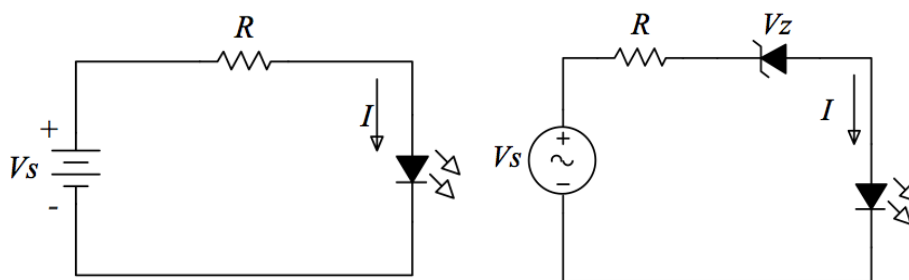

Figure 3: Circuit avec LED (gauche), circuit avec LED et diode Zener en série (gauche).
- (a) Choisissez une LED et prenez note du courant maximal I_m qu'elle peut soutenir. Grâce aux lois de Kirchhoff, déterminez la valeur de R nécessaire pour limiter le courant afin de ne pas endommager la LED pour $V_s = 5V$ (voir figure 3).
- (b) Ajoutez cette LED et la résistance R en série avec la diode Zener en polarisation inverse (figure 3). Mesurez la courbe (V,I) en variant V_{cc} , en commençant avec $V_{cc} = 0$. Expliquez la valeur de la tension à laquelle la LED s'allume. Comparez ce résultat avec la courbe (V,I) mesurée précédemment.